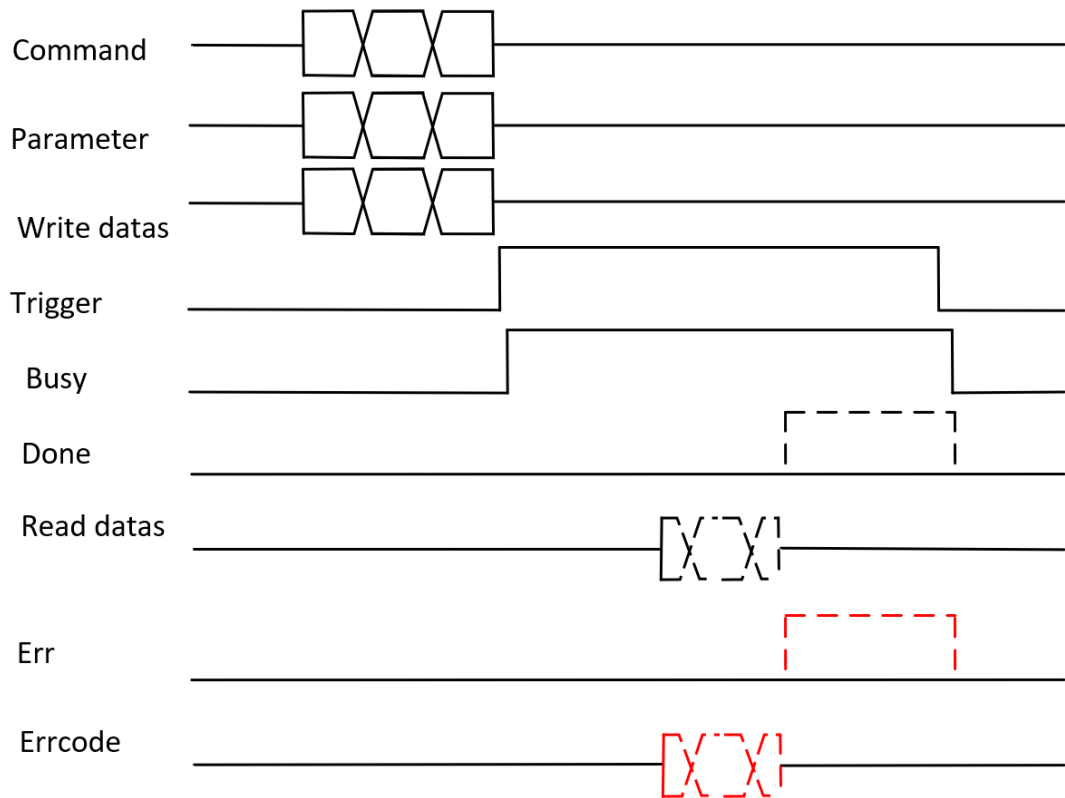

图 6-3 RFID 命令执行时序图
②命令执行。命令的执行以 Trigger 上升沿信号开始，在给 Trigger 信号置位之前，先将命令/参数/数据填充好。在命令执行期间保持 Trigger 信号置位，若取消当前命令的执行，将 Trigger 复位即可，Trigger 后输入数据取的状态信息将复位。命令执行完后可从 Read datas/Errcode 取命令执行的结果。如图 6-3 所示。